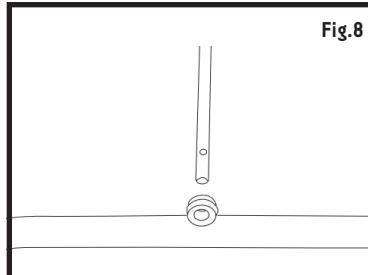

Fig.8
1. Faites glisser la partie supérieure de la manivelle à travers l'anneau en caoutchouc situé sur le cadre intermédiaire (Fig. 8).